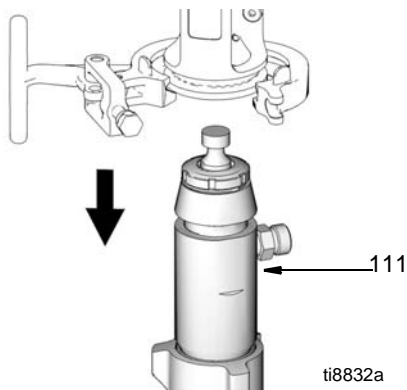

FIG. 18
8. (Fig. 18) Åbn klemmen (247).